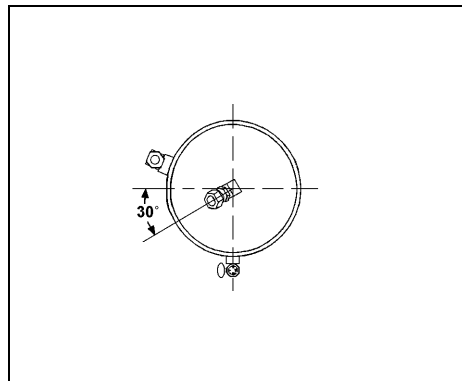

FIGURE 6: RÉSERVOIR HUMIDE 12109
3. Purger l'air du réservoir humide en ouvrant le robinet de vidange situé sous le réservoir (voir la fig. 6).
15. Remplacer le coude à 90° situé sur le réservoir humide par un coude à 45° (Prévost no 501528) et un raccord réducteur mâle (Prévost no 640995). Orienter le coude à 45° pour qu'il fasse un angle de 30° par rapport à l'horizontal (voir la fig. 6).